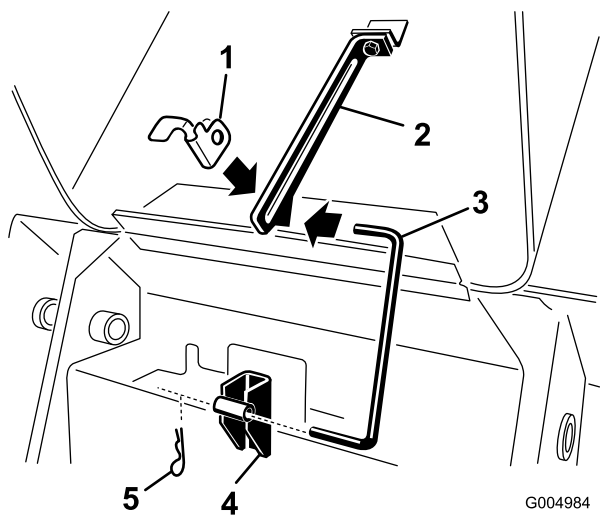

Рисунок 44
3. Вытащите шпильку из нижнего конца опорной стойки капота, и освободите опорную стойку от упорных кронштейнов и лапки опорной стойки (Рисунок 44).
7. Вставьте опорную стойку в упорные кронштейны и лапку опорной стойки и закрепите шпилькой (Рисунок 44).